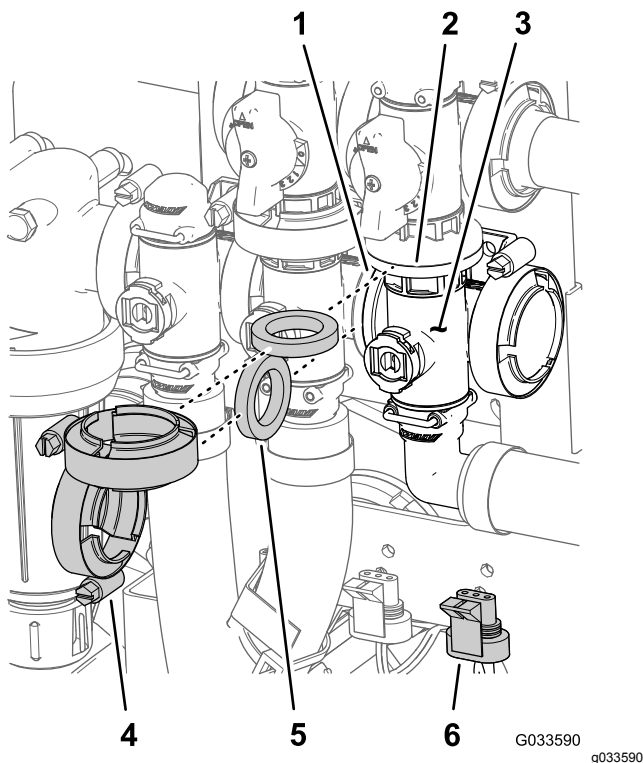

Bild 129
1. Fluchten Sie den Flansch des Hauptausleger-Ventilverteilers, eine Dichtung und den Flansch des Hauptausleger-Sicherheitsventils aus (Bild 129).
2. Montieren Sie den Hauptausleger-Ventilverteiler, eine Dichtung und das Hauptausleger-Sicherheitsventil mit einer Flanschklemme und ziehen sie mit der Hand an (Bild 129).
3. Fluchten Sie den Flansch des Hauptausleger-Ventilverteilers, eine Dichtung und den Rührwerkventilverteiler aus (Bild 129).
4. Montieren Sie den Hauptausleger-Ventilverteiler, die Dichtung und den Rührwerkventilverteiler mit einer Flanschklemme und ziehen sie mit der Hand an (Bild 129).
7. Befestigen Sie das Rührwerkventil mit der Bundkopfschraube und der Sicherungsbundmutter (Bild 129), die Sie in Schritt 3 von Entfernen des Ventils des Hauptauslegerverteilers (Seite 86) entfernt haben, an der Ventilhalterung und ziehen Sie die Schraube und Mutter bis auf 10-12 N·m an.